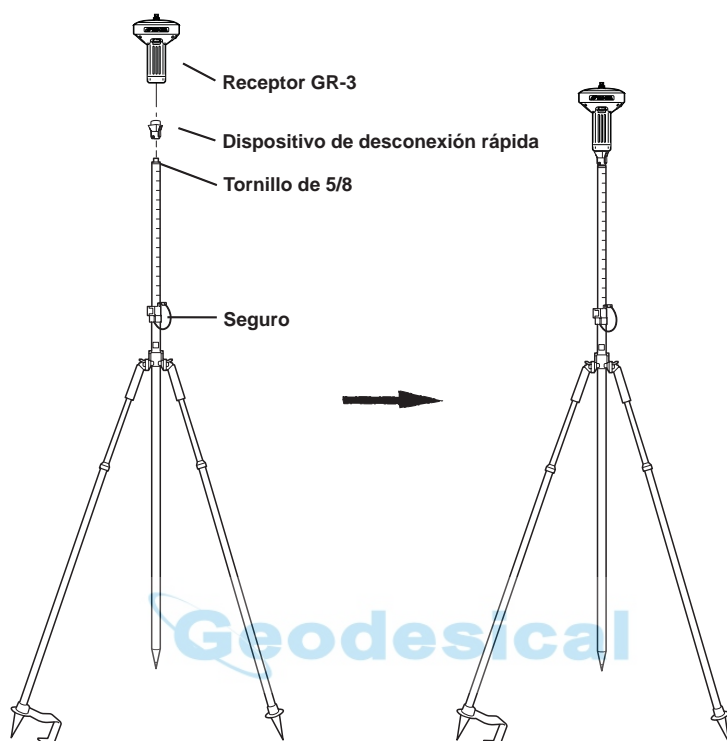

Figura 4-2. Conexión del Receptor GR-3 al Bípode
**Para instalar el receptor Rover** (Figura 4-2 en la página 4-4):